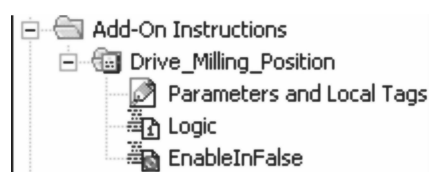

图 18-16 项目列表
5. 现在单击“应用”（Apply），会看到一个 EnableInFalse 例程，如图 18-16 所示。